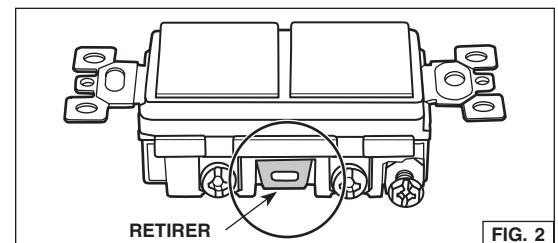

FIG. 2
1. Déballez les interrupteurs de la boîte. À l'aide de pinces, retirez la petite languette de l'interrupteur à bascule double (encerclée dans la FIG. 2).